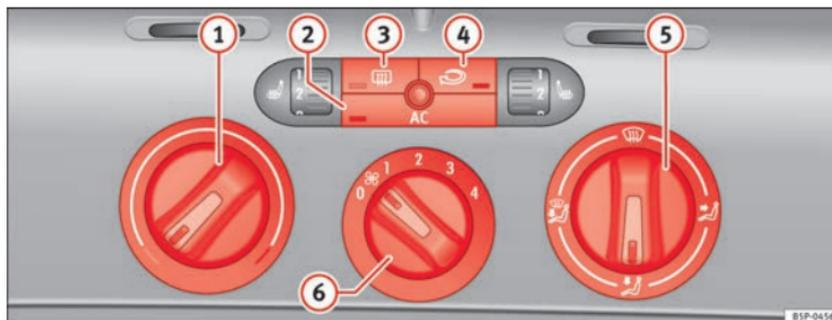

Fig. 130 Comandos do Climatic no painel de instrumentos
– Com os reguladores ⇒ Fig. 130 ① e ⑤ e com o comando ⑥ é ajustada a temperatura, a distribuição do ar e o nível do ventilador.
– Pressionar o respectivo botão ②, ③ ou ④ para ligar e desligar a respectiva função. Quando a função está activa, a janela que se encontra na aresta inferior do botão ilumina-se.
① Regulador da temperatura ⇒ Página 168
② Botão AC – Ligar ou desligar o grupo de refrigeração ⇒ Página 168
③ Botão – Desembaçador do vidro traseiro. Cerca de 20 minutos depois de ser activado, o aquecimento é automaticamente desligado. Pode ser também desligado antes, pressionando novamente o botão.
④ Botão – Recirculação de ar ⇒ Página 169
⑤ Regulador da distribuição de ar ⇒ Página 168
⑥ Interruptor do ventilador. O caudal de ar é regulável em quatro níveis. A baixa velocidade o ventilador deve funcionar também sempre num nível baixo. ▶
- Ligar o climatizador com o botão ⇒ Fig. 130 .